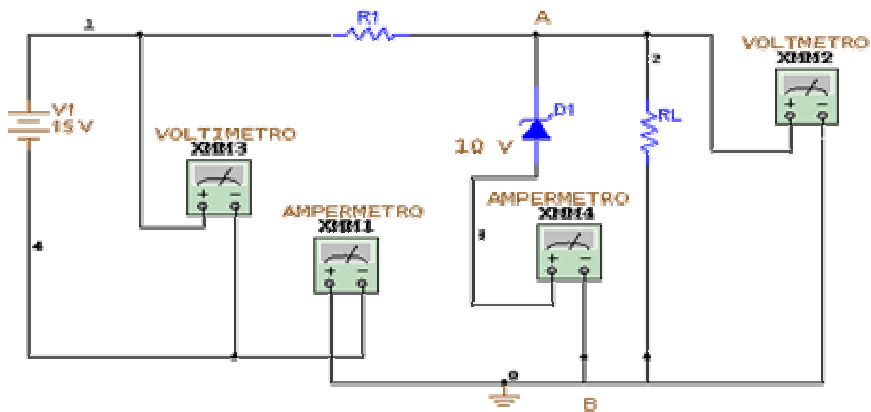

Figura 6
- a) Seleccione el diodo Zener de 3 volts y construya el circuito de la figura 6.